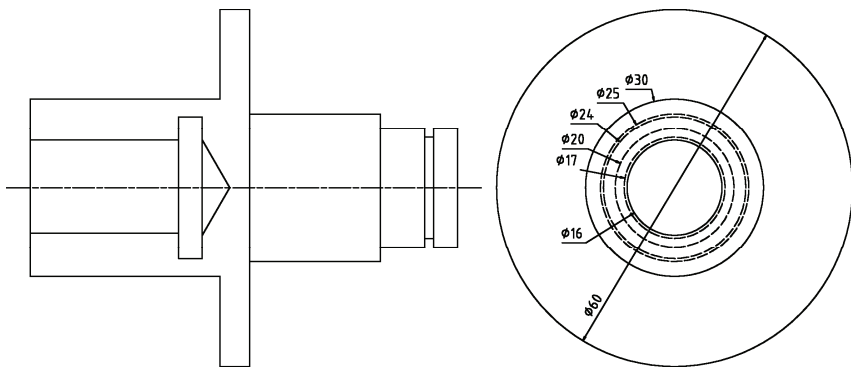

图 2-44 绘制同心圆
4) 执行“圆”命令(c)，在图的右边空白处绘制同心圆，直径分别为：16，17，20，24，25，30，60，将直径为 17，20，24，25 的圆转换为虚线；执行“移动”命令(M)，使同心圆圆心与左图的水平中心线水平对齐。如图 2-44 所示。